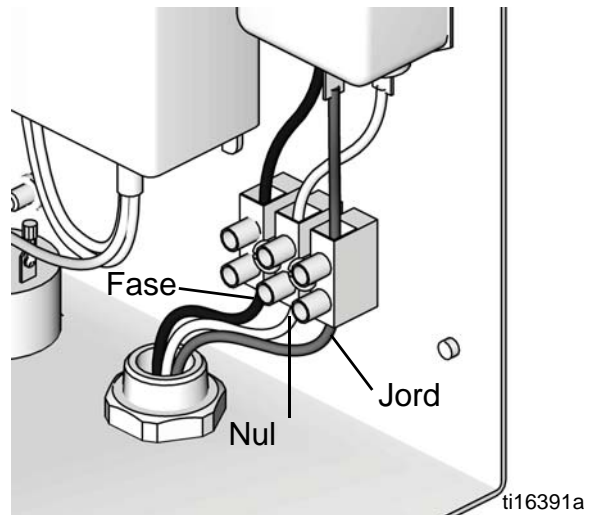

FIG. 6. Kontrolboks, elektrisk forbindelse
2. Tilslut elektrisk ledning til klemrækken som vist i FIG. 6.